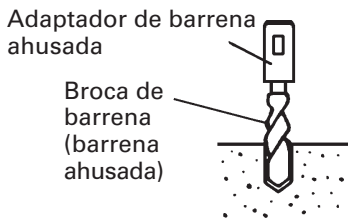
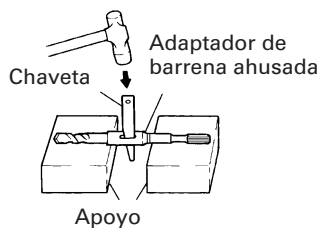

Fig. 11
Fig. 12
- (1) Instale la broca con la barrena ahusada en el adaptador de barrena ahusada. (Fig. 11)
- (2) Ponga en ON el interruptor de alimentación y perforo un agujero de base.
- (3) Después de eliminar el polvo con una jeringa, fije la clavija en la extremidad del anclaje e introduzca el anclaje con un martillo de mano.
- (4) Para sacar la broca con la barrena ahusada introduzca una claveta en la ranura del adaptador de barrena ahusada, ponga apoyos debajo del martillo perforador y golpee la claveta con un martillo de mano. (Fig. 12)